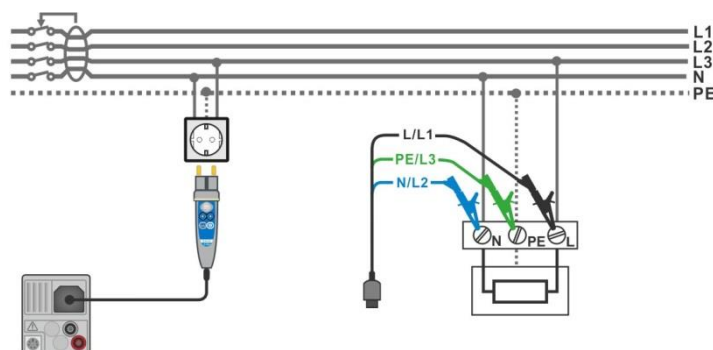

figura 7.21: Collegamento con puntale remote e cavo a 3 puntali
- Collegare puntali o il puntale remoto all'oggetto in prova, vedere **figura 7.21**.
- › Collegare puntali o il puntale remoto all'oggetto in prova, vedere **figura 7.21**.
- › Collegare puntali o puntale remote all'oggetto in prova, vedere **figura 7.21**.
<ul style="list-style-type: none"> <li>› Inserire la funzione RCD automatica.</li> <li>› Impostare i parametri di prova / limiti.</li> <li>› Collegare il cavo di prova allo strumento.</li> <li>› Collegare puntali o puntale remote all'oggetto in prova, vedere figura 7.21</li> <li>› Avviare la misurazione.</li> </ul>	Inizio prova